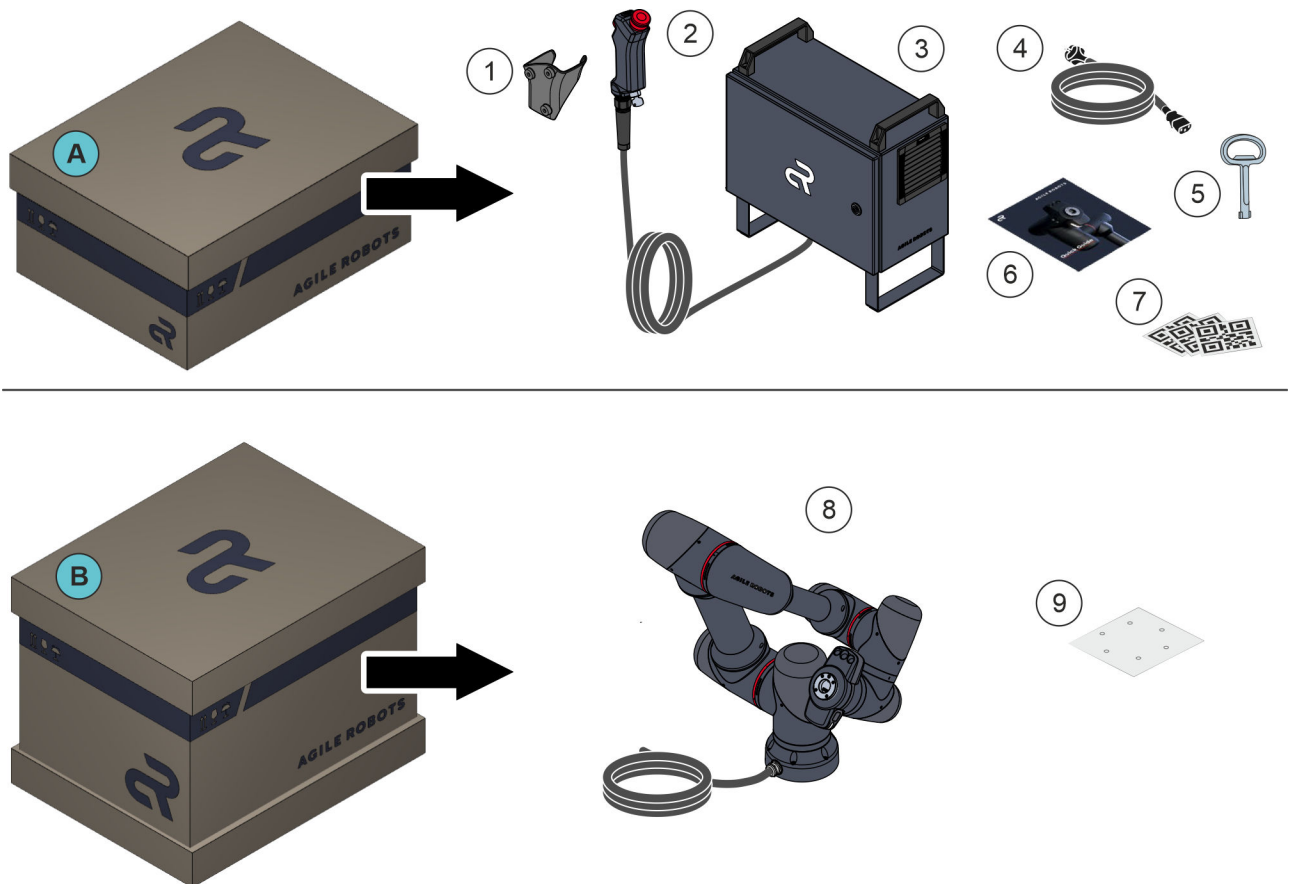

Abb. 40 Anlieferungszustand und Lieferumfang
Der Roboter und seine Komponenten werden in 2 Boxen **Abb. 40/A** + **B** auf einer Transportpalette angeliefert. Die beiden Boxen enthalten folgende Komponenten:
- Robotersteuerung + Zubehör **Abb. 40/1** – **7**
- Roboter + Zubehör **Abb. 40/8** – **9**